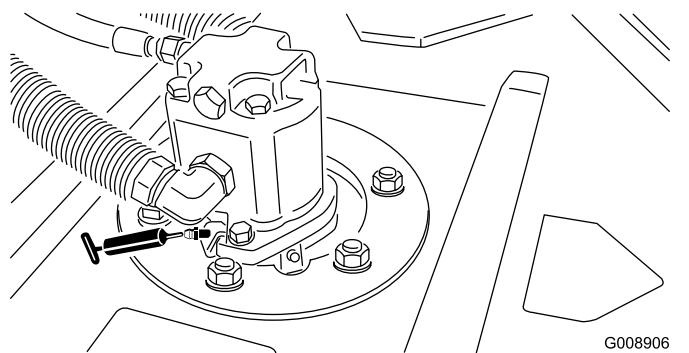

Figura 53
- Bielas do eixo da unidade de corte (2 por unidade de corte) (Figura 53)